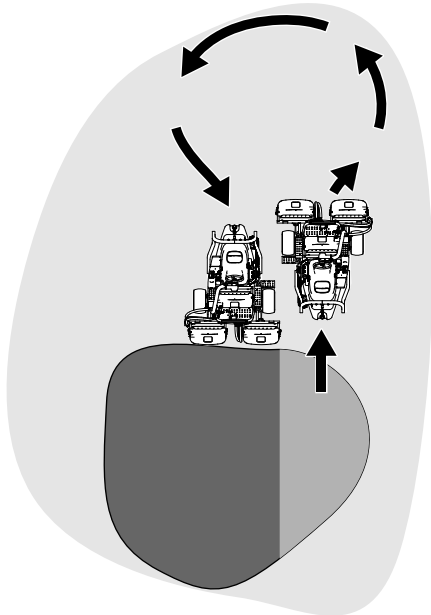

Figure 21
6. Pour réduire le temps de travail et faciliter l'alignement pour la passe suivante, tournez momentanément la machine dans la direction opposée, puis tournez-la vers la partie à tondre. Exécutez un demi-tour en « goutte d'eau » (Figure 21) pour aligner rapidement la machine pour la passe suivante.